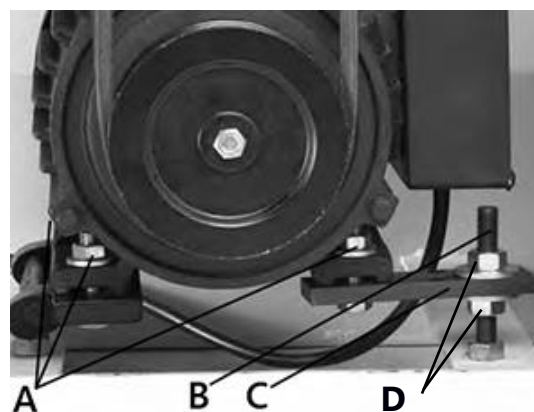

Рисунок 24.
Для замены, отключите станок от сети. Откройте дверцу С (рис. 18), ослабьте крепеж В на пластине натяжения С, которая крепит электродвигатель к кронштейну (рис. 24).
- Чтобы настроить натяжение ремня, гайки D (рис. 24), чтобы передвигать основание электродвигателя вверх или вниз до тех пока не получите отклонение в 12 мм, как написано в предыдущем пункте.
Ослабьте крепеж А, который крепит электродвигатель к кронштейну (рис. 24). Передвигайте электродвигатель горизонтально пока шкив ножевого вала не выравнивается со шкивом электродвигателя.